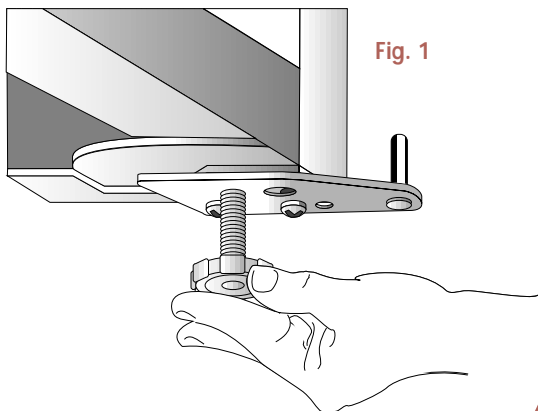

Fig. 1
- 5 Equilibrare l'apparecchio per mezzo dei piedini anteriori regolabili (Fig. 1).
- 5 Balance the appliance using the adjustable front feet (Fig. 1).
5 Das Gerät mit den vorderen Verstellfüßen ebnen (Abb. 1).
5 Mettre l'appareil de niveau au moyen des pieds antérieurs réglables (Fig. 1).
5 Equilibrar el aparato mediante los pies anteriores regulables (Fig. 1).
5 Equilibre o aparelho servindo-se para tal dos pés anteriores reguláveis (Fig. 1).